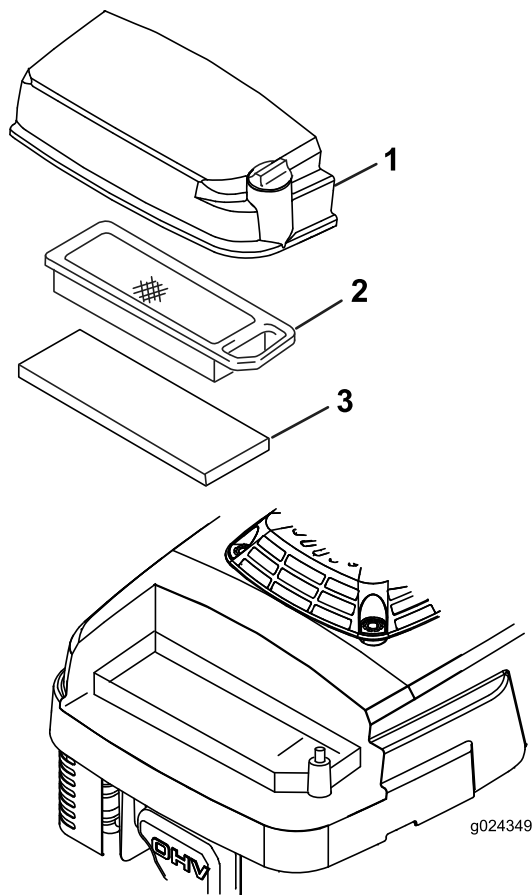

Figura 19
3. Allentate la vite sul coperchio del filtro dell'aria (Figura 19).
5. Togliete e controllate i filtri di carta dell'aria (Figura 19) e sostituiteli se sono eccessivamente sporchi.
6. Togliete il prefiltro in schiuma sintetica (Figura 19) e lavatelo con acqua e detersivo neutro, infine tamponatelo finché non è asciutto.